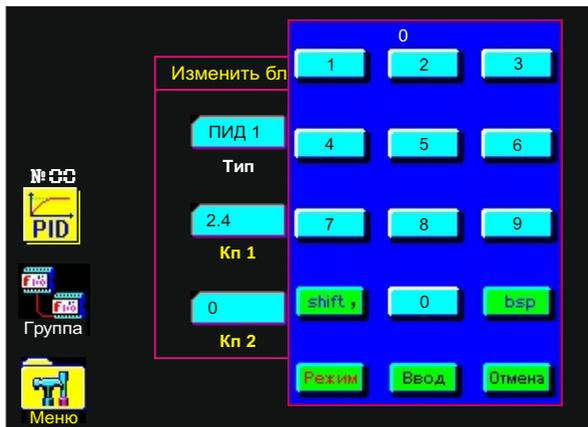

Рис. 13. Присвоение блоку порядкового номера с помощью окна "Клавиатура".
7.3.9 Для **присвоения порядкового номера** - нажмите на пиктограмму функционального блока, находящуюся слева от таблицы конфигуратора (Рис. 12), после чего появляется стандартное окно контроллера К1 - "Клавиатура" (Рис. 13), с помощью которой введете порядковый номер: наберите число и нажмите кнопку "Ввод". Для возврата к схеме - нажмите пиктограмму **Группа**.